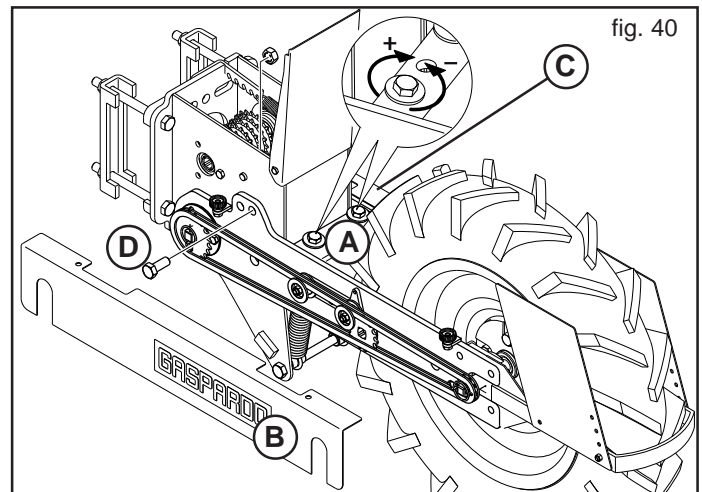

fig. 40
Per mezzo delle viti (A, Fig. 40) modificare la pressione sulla ruota in base alle caratteristiche del terreno.
- 1) Smontare i carter (B e C, Fig. 40).
- 2) Togliere le viti di bloccaggio (D).
- 3) Rimontare i carter (B e C, Fig. 40).
- 4) Regolare la tensione della doppia molla per mezzo delle viti (A, Fig. 40) in base alle condizioni del terreno.